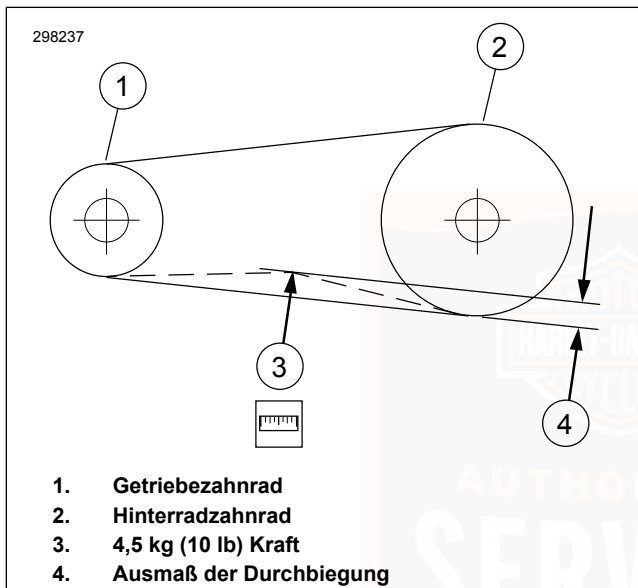

Abbildung 67. Riemendurchbiegung überprüfen
b. **Alle anderen Modelle:** Siehe Abbildung 67. Bei stillgehaltenem Messgerät Riemendurchbiegung (4) messen.